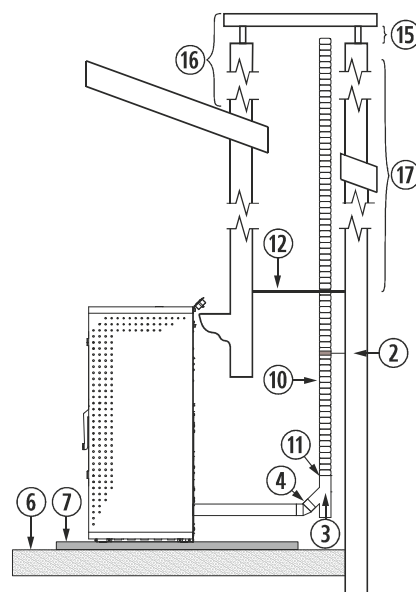

Figura 7
4.26. La instalación en una chimenea de obra, se puede realizar en toda su totalidad en tubo flexible, tal y como indica la *figura 7*. Debemos tener especial cuidado a la hora de realizar el aislamiento entre la chimenea y el tubo de la salida de gases, para evitar posibles retrocesos de gases en caso de tormenta.
②	Abrazadera de sujeción de acero inoxidable.
③	Te de 135° con registro.
④	Codo de 45°.
⑥	Suelo de madera.
⑦	Protector del suelo no combustible.
⑩	Tubo flexible de acero inoxidable.
⑪	Manguito unión rígido a flexible.
⑫	Aislante anti retroceso.
⑮	Mínimo 200mm.
⑯	Debe sobrepasar 1 metro el tejado.